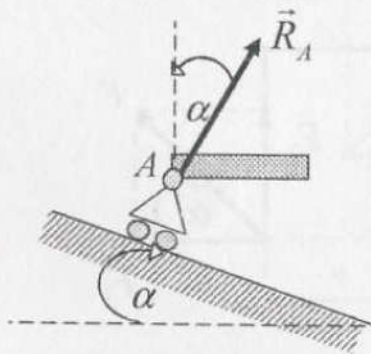

Рис. 8
1. Шарнирно-подвижная опора (рис. 8) допускает поворот вокруг оси шарнира и линейное перемещение параллельно опорной плоскости. Если пренебречь трением на опоре и в шарнире, то реакция такой связи будет направлена перпендикулярно опорной плоскости и неизвестна только по модулю (одно неизвестное).